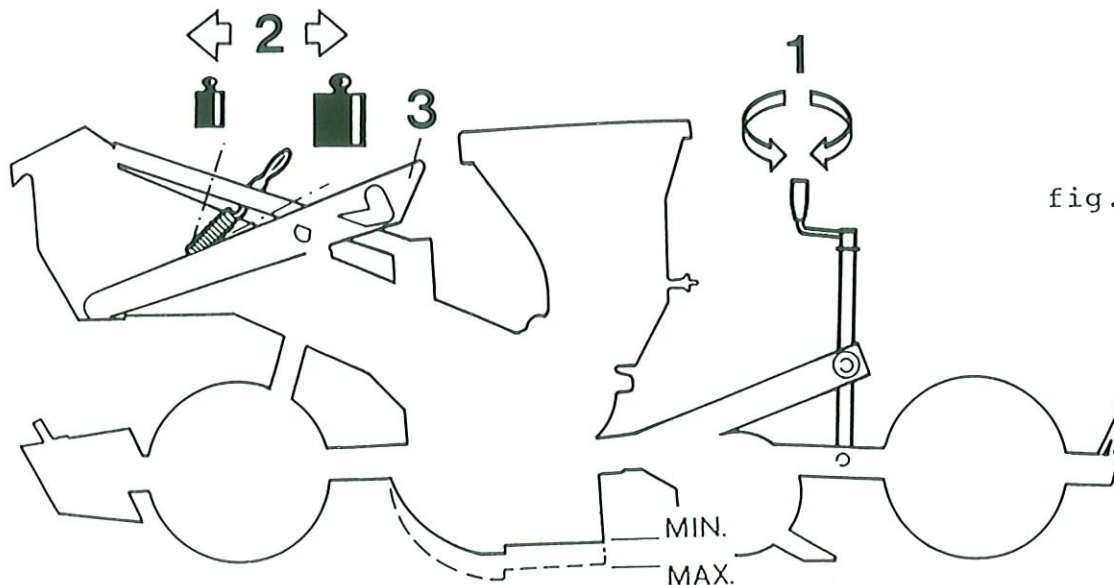

fig. 7
Check that planting units are perpendicular to the ground, by adjusting the length of the third point arm (fig.2). DEPTH ADJUSTMENT. It is important to place the seed at a proper depth to facilitate sprouting. Move the handle to vary the height of the shoe, thus determining seed depth (1, fig.7).
according to the different working conditions. Penetration into the soil is increased or decreased by varying the position of the spring (2, fig.7). SEED PRESS WHEEL. During planting, if the wheel (7, fig.6) creates clogging, it could be lifted and stopped with latch (13). To adjust pressure of seed coverers operate on their springs.
REGLAGE DE LA PROFONDEUR. pour une bonne émergence des plantules, il est très important que les graines soient mises en place à la profondeur exacte, en le lit de semence. En tournant la poignée de réglage, on fait varier dans le sens vertical la position du soc du semoir, déterminant par là la profondeur à laquelle les graines seront déposées (1, fig.7). l'échelle graduée n'indique pas la profondeur en centimètres, mais vous permet de régler tous les socs d'un même semoir à un profondeur identique. Après quelques mètres de semis, contrôler l'exactitude de la profondeur.
REGLAGE DE LA PRESSION DU SOC. La force de pénétration du soc dans le terrain dépend directement de la tension imprimée à le ressort. Diverses conditions de travail peuvent conduire à entreprendre un réglage différent de cette force de pénétration, autrement dit de la tension de ce ressort. Pour ce faire, tirer le ressort vers l'avant ou vers l'arrière, selon que vous voulez réduire ou augmenter la force de pénétration du soc (fig.7).